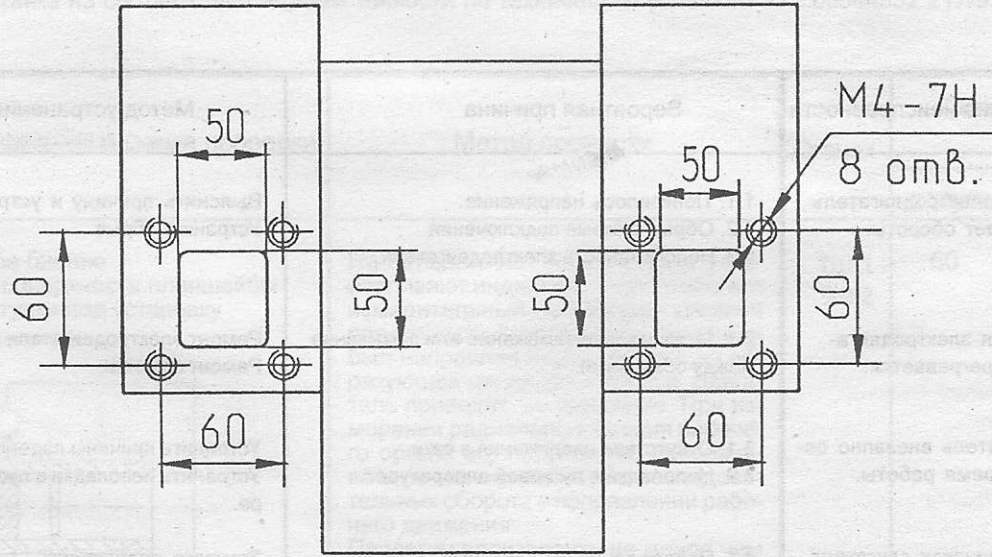

Рис. 6. Разъем крепления патрубков пылеотсасывающего аппарата.
9.5. Для подключения пылеотсасывающего агрегата на станке имеется разъем крепления патрубка (см. рис.6):